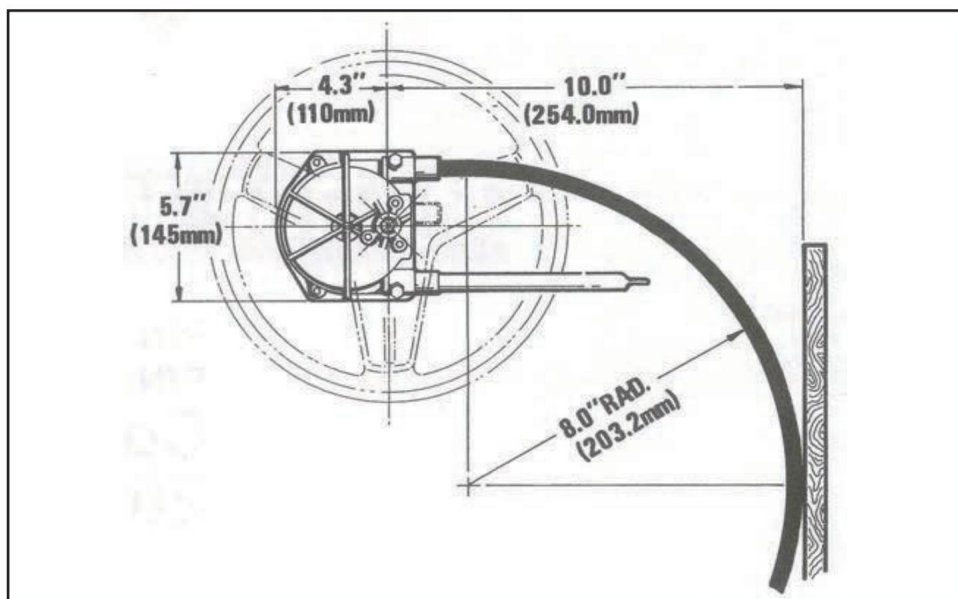

Figure 1
ÉTAPE 2. Reportez-vous aux figures 1, 2 et 3 pour les dimensions de montage.